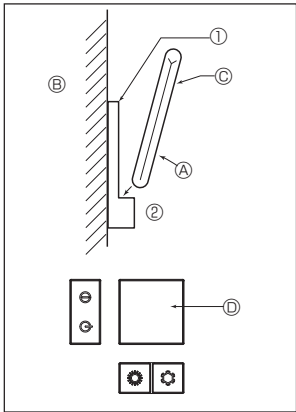

Fig. 7-9
2) Método de instalação (Fig. 7-9)